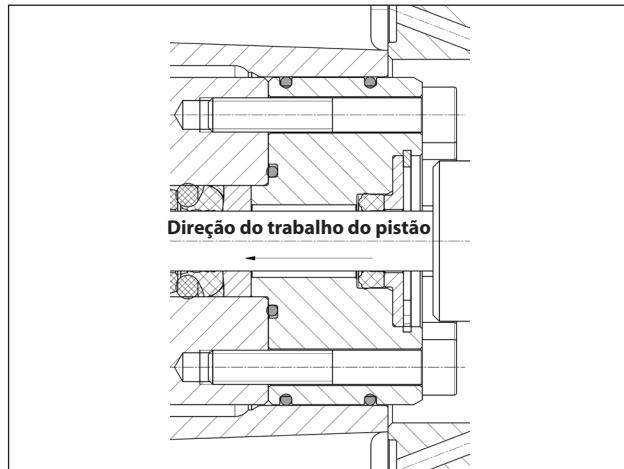
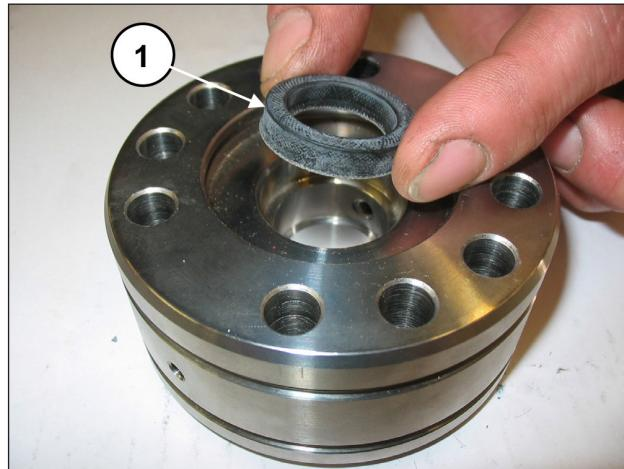

Fig. 125
Fig. 126
A vedação L.P. deve ser introduzida na camisa com a borda de vedação na direção do trabalho do pistão (pos. ①, Fig. 125 e Fig. 126), lubrificando ligeiramente o diâmetro externo com lubrificante de silicone tipo OKS 1110. Substitua a vedação L.P., quando se apresentar desgastada.